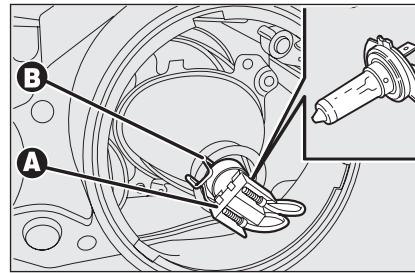

fig. 29
- desenchufe el conector eléctrico **A**-fig. 29;
- Monte la lámpara nueva y vuelva a fijar el gancho de la lámpara **B**-fig. 29;